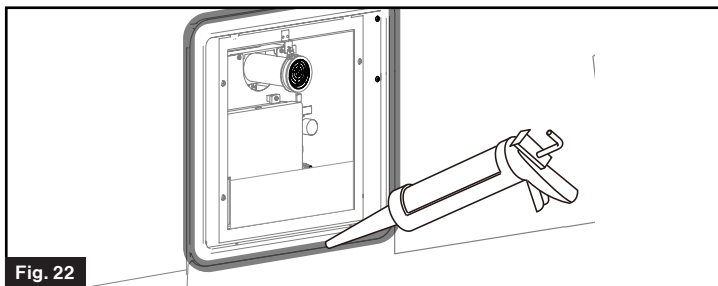

Fig. 22
4. Fixez le cadre de la porte au cadre de la paroi latérale à l'aide de 12 vis à tête cylindrique #8 (min. 1 po) (non fournies) dans chaque trou du périmètre. Vérifiez si le joint est étanche entre la paroi latérale et la bride. (Fig. 22)
5. Appliquez une quantité généreuse de scellant autour du cadre de la porte pour combler tout espace sur le mur du VR. (Fig. 22) Essuyez tout excès du scellant.